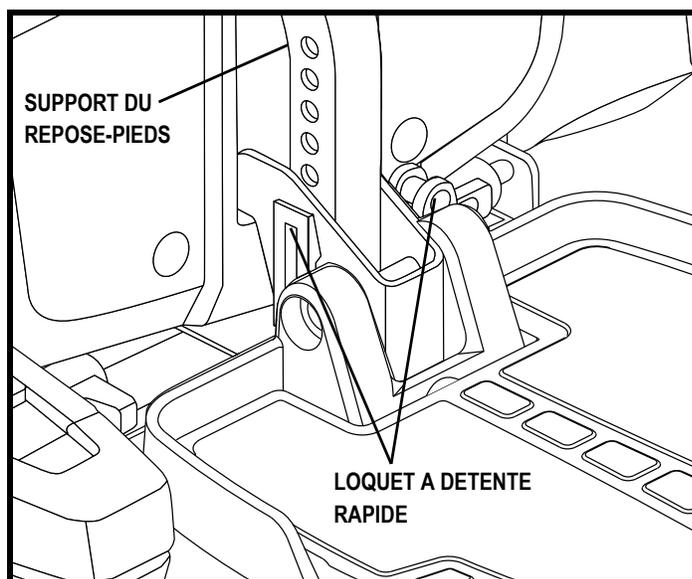
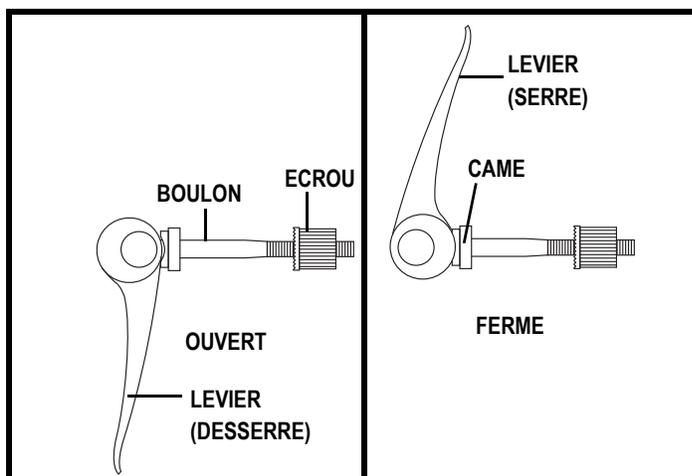

Figure 20. Réglage du repose-pieds
Figure 21. Loquet à détente rapide
1. Détendez et retirez les loquets à détente rapide du support du repose-pieds. **Voir la figure 20.**
1. Appuyez sur le bouton pression du loquet pour le retirer de la fixation. **Voir la figure 20.**
Loquets à détente rapide: Le repose-pieds est fixé à la base motorisée à l'aide de deux loquets à détente rapide. **Voir la figure 20.** Chaque loquet est composé d'un levier à came, d'un boulon et d'un écrou. **Voir la figure 21.** La came à l'extrémité du levier lui permet de s'ouvrir ou de se refermer en place. Quand au loquet, il peut se desserrer ou se resserrer. Lorsque le levier est ouvert le loquet est desserré. Tandis que lorsqu'il est fermé, il est serré.